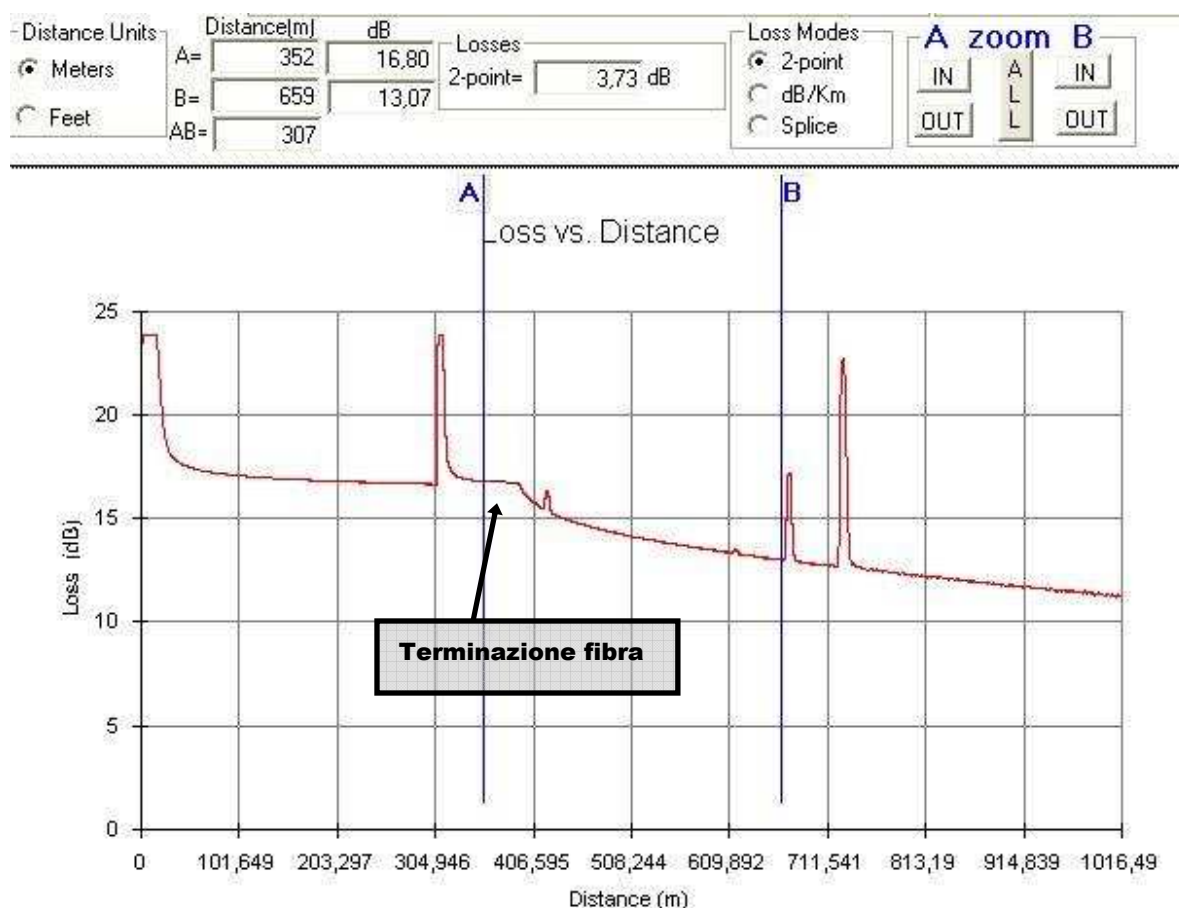

Figura 8 (Fibra interrotta Scala 1 Km)
- dal grafico di figura 8 si nota che la fibra è interrotta a circa 100 metri (non considerando la bretella di lancio).